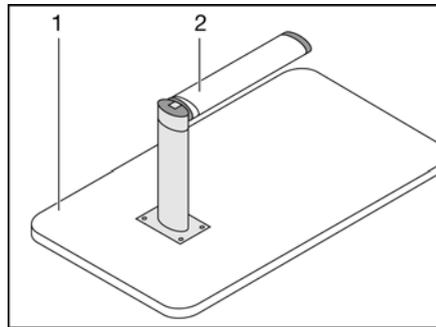

Bild 54 Bettunterbau
- Die Tischplatte (Bild 54,1) vorne ca. 45° anheben.
- Den unteren Teil des Gelenkstützfußes (Bild 54,2) nach unten ziehen und um 90° umklappen.